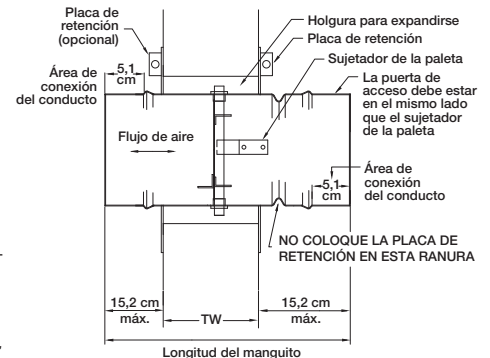

Figura 2 - Requisitos de holgura
- Corte la abertura en la pared o piso de manera que sea de un mínimo de 22,3 mm más grande que el diámetro exterior del cortafuegos, a fin de permitir que éste se expanda durante los períodos de calor intenso. Consulte la Figura 2.
- Inserte el conjunto de cortafuegos/manguito dentro de la abertura preparada, a la profundidad apropiada. Consulte la Figura 2 para conocer la profundidad recomendada.
NOTA: No coloque la placa de retención en la ranura del marco del cortafuegos. Consulte la Figura 2.